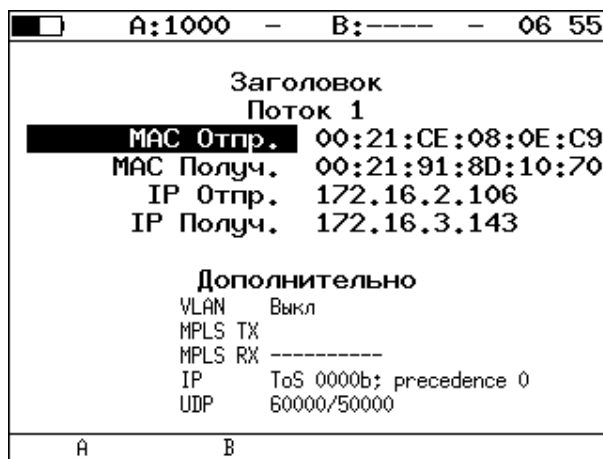

Рисунок 10.10. Экран «Заголовок»
6. На локальном приборе перейти в меню «Беркут-ЕТ. Измерения» ⇒ «У.1564» ⇒ «Настройки» ⇒ «Настройки сервисов» ⇒ «Заголовок» (см. рис. 10.10). Выбрать: